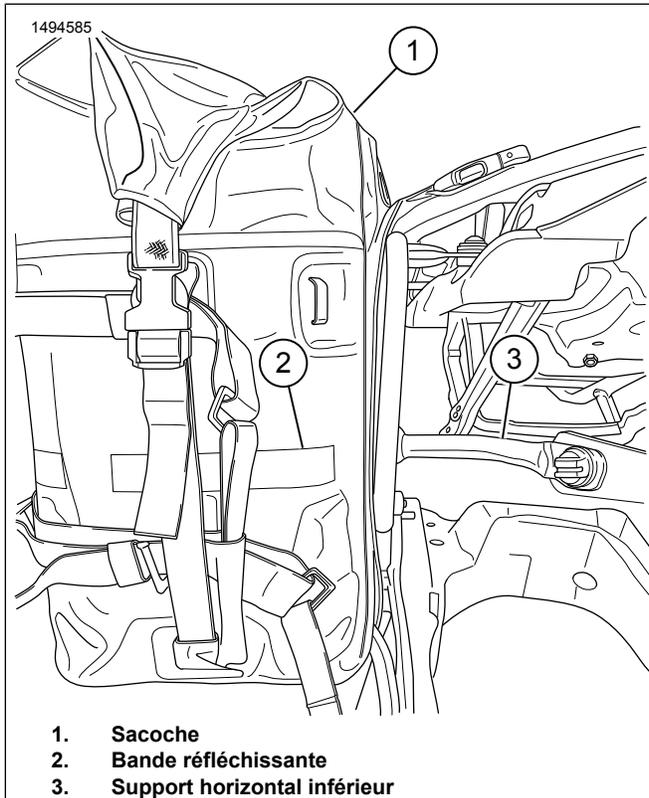

Figure 4. Installer la sacoche
5. Figure 4 Aligner la bande réfléchissante (2) sur la sacoche avec le support horizontal inférieur (3). Ajuster les sangles selon les besoins.